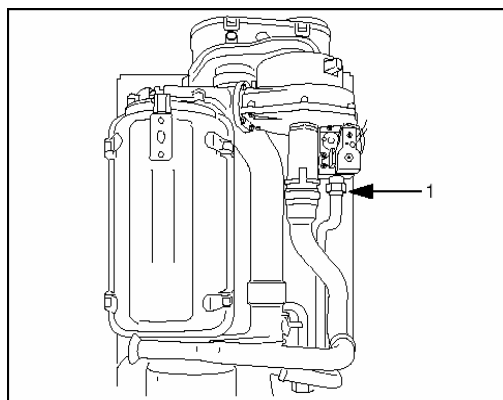

fig. 32 Demontering av gaskoppling
- Gaskopplingen mellan gasledningen och gasblocket demonteras (fig.32.pos.1).